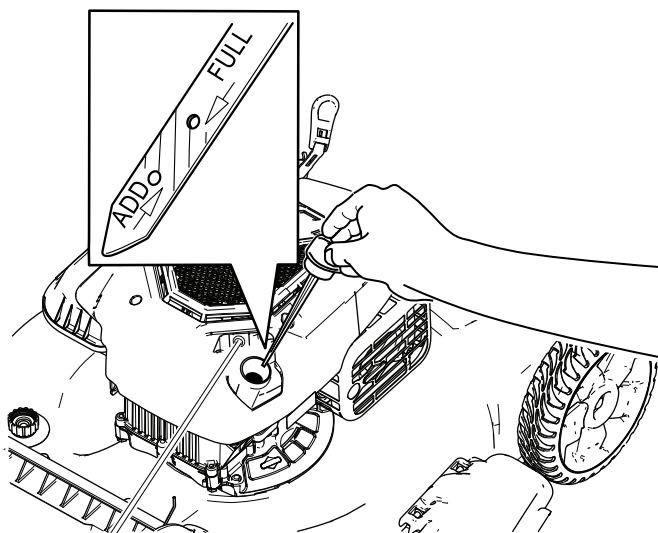

Figura 6
2. Girate il tappo in senso antiorario ed estraete l'asta di livello (Figura 6).
7. Controllate il livello dell'olio sull'asta (Figura 6).